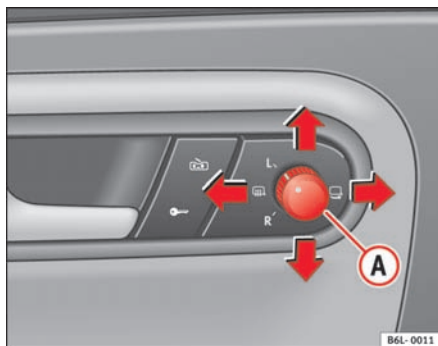

Fig. 67 Betjening af sidespejle
1. Drej knappen ⇒ fig. 67 til position **L** (venstre sidespejl).
- Bevæg drejeknappen hen mod afisningsfunktionen ☄ ⇒ fig. 67.
- Drej knappen ⇒ fig. 67 til position ☄ for at klappe sidespejlene ind. Klap altid sidespejlene ind, når du kører bilen ind i et automatisk vaskeanlæg, så du undgår beskadigelse.